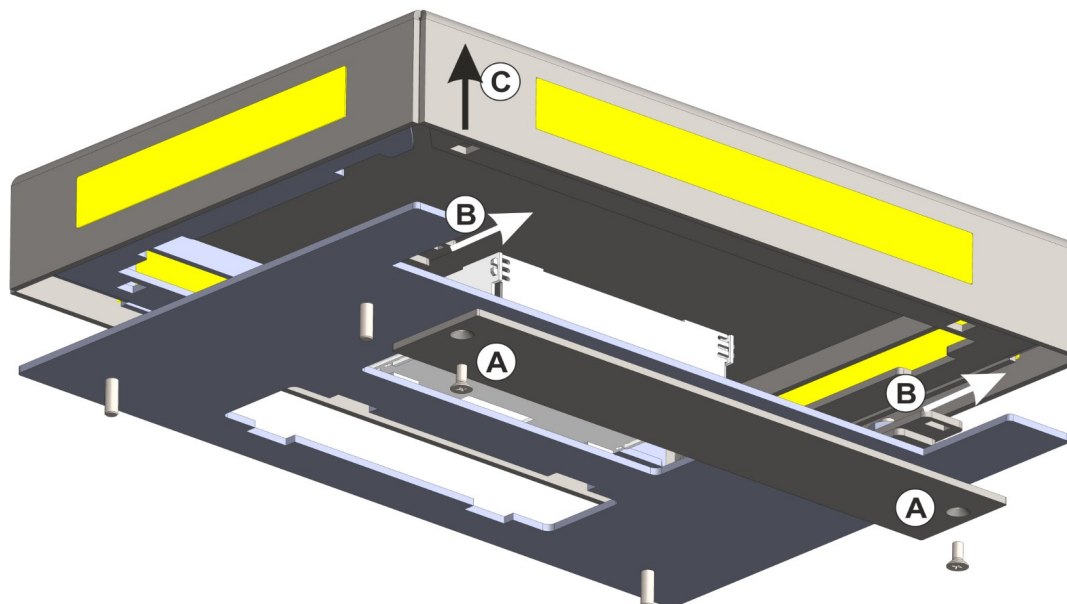

Abb. 22: Vorbereitung des Säulendachs DA950-3 zur Montage
- ◆ Zur Entriegelung der Dachhaube schieben Sie die beiden Schienen (B) nach vorn.
- ◆ Jetzt ist die Dachhaube nach oben (C) abnehmbar (siehe Abb. 22).